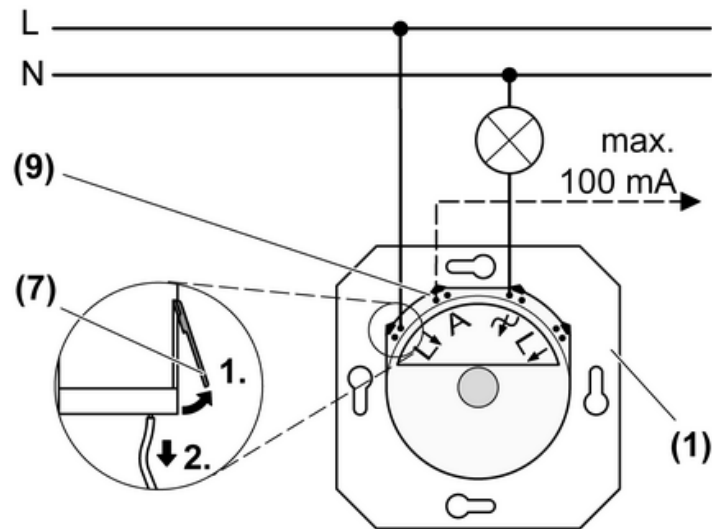
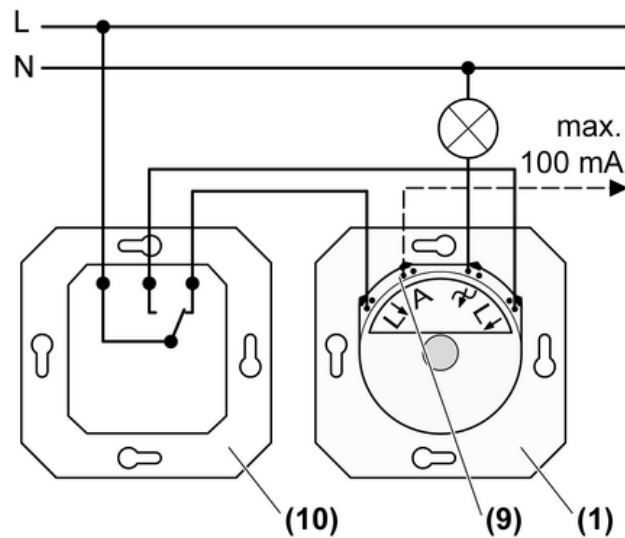

Bild 2: Anschlussplan
Bild 3: Wechselschaltung
- Steuerausgang **A** (9) (Bild 2) zur Ausgabe des Schaltzustands des Geräts für Netzabschaltautomaten oder Relais
- Dimmer (1) gemäß Anschlussplan anschließen (Bild 2). Alternativ mit Wechselschalter (10) installieren (Bild 3).
- i** Anschlussleitung aus Steckklemme lösen (7).